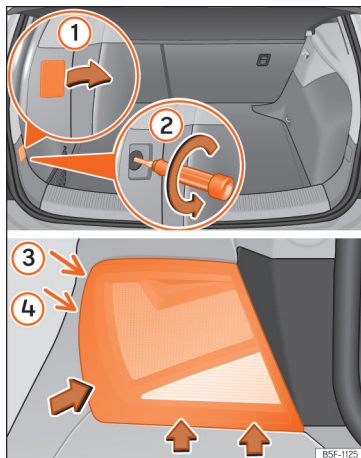

Abb. 63 Gepäckraum: Lage der Befestigungsschraube des Rücklichts. Ausbau der Heckleuchte im Seitenteil
- Hebeln Sie die Abdeckung an der Aussparung mit dem flachen Teil des Schraubendrehers ab und entfernen Sie die Abdeckung » **Abb. 63 ①**.
- Lösen Sie mit einem Schraubendreher die dahinterliegende Schraube im Gegenuhrzeigersinn (Pfeil) » **Abb. 63 ②** und nehmen Sie diese vorsichtig heraus.
- Bewegen Sie die Leuchte in Richtung der Pfeile hin und her, bis sie sich aus der Aufnahme löst (Positionen **③** und **④**) » **Abb. 63**.